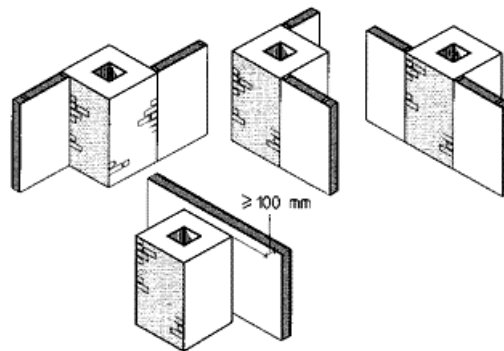

Fig. 332
3. direkte mot brennbart materiale i vegger når veggens endeflater monteres mot skorsteinen ved hjørnet av skorsteinen. Kun to vegger kan monteres på denne måten, og de kan ikke plasseres mot samme hjørne, se fig. 332.